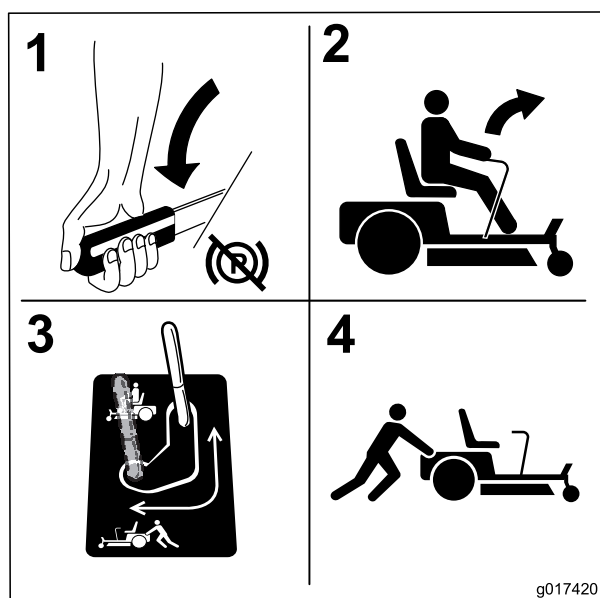

図 29
3. 図 29のようにバイパスレバーを後ろに引いてロック位置にセットすると機体を牽引できるようになる。上記の作業を機体の左右それぞれについて行う。
5. 牽引後にマシンを通常状態に戻すには、バイパスレバーを前位置に戻す（図 29）。